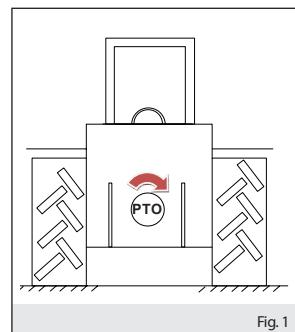

Fig. 1
Per rispettare la corretta sequenza di fase L1-L2-L3, la presa di forza del trattore deve girare in senso orario (vedi fig.1).
To respect the correct phase sequence L1-L2-L3, the P.T.O. must turn in clockwise rotation (see fig.1).
Pour se conformer à l'ordre correct des phases L1-L2-L3, la prise du fourche doit tourner dans le sens horaire (voir fig.1).
Für die richtige Phasenfolge L1-L2-L3 respektieren, die Zapfwelle des Traktors muss im Uhrzeigersinn drehen (siehe Abb.1). Die im Benutzungsland geltenden Sicherheitsnormen beachten.
Para cumplir con la secuencia de fases correcta L1-L2-L3, la toma de fuerza del tractor debe girar en sentido horario (ver fig.1).
- die Schutz-Gegenhaube (Abb.1) in unversehrtem und gut befestigten Zustand vorhanden ist. Die Gegenhaube muss den Schutz des Kardangelenks über mindestens 50 mm abdecken und den unbeabsichtigten Kontakt der Hände mit in Bewegung befindlichen Elementen verhindern.
- la capucha de protección (fig.1) esté en condiciones perfectas y bien fijada. La capucha debe cubrir la protección de la junta cardánica por al menos 50 mm e impedirá el contacto accidental de las manos con piezas en movimiento.